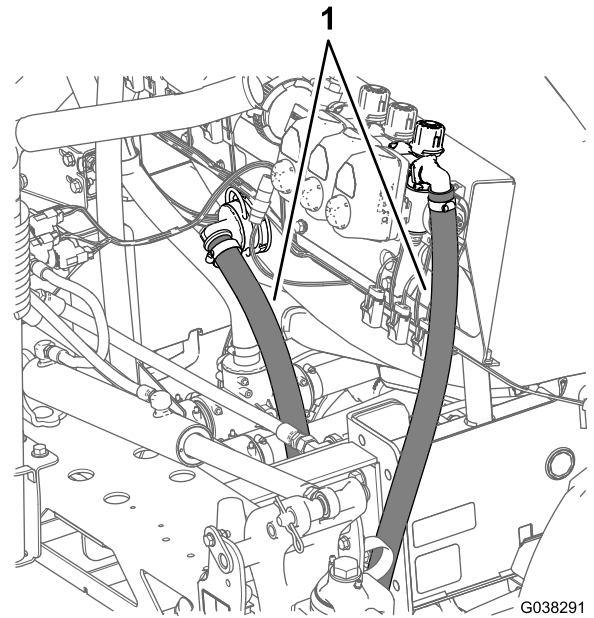

Figure 78
2. Acheminez le flexible de dérivation de section autour du profilé droit du cadre, vers le raccord de traversée situé dans la cuve du pulvérisateur, comme montré à la Figure 78.